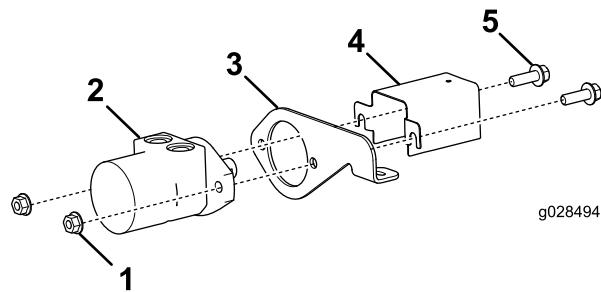

Figure 1
- Fixez le carter d'arbre et le support de moteur sur le moteur hydraulique au moyen de 2 boulons à embase (1/2 x 1-1/2 po) et de 2 écrous à embase (1/2 po), comme montré à la Figure 1.